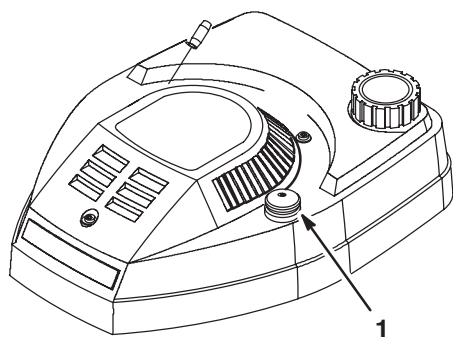

Figure 67
2. Appuyer trois (3) fois sur l'amorceur (Fig. 67). Attendre environ deux (2) secondes entre chaque actionnement.